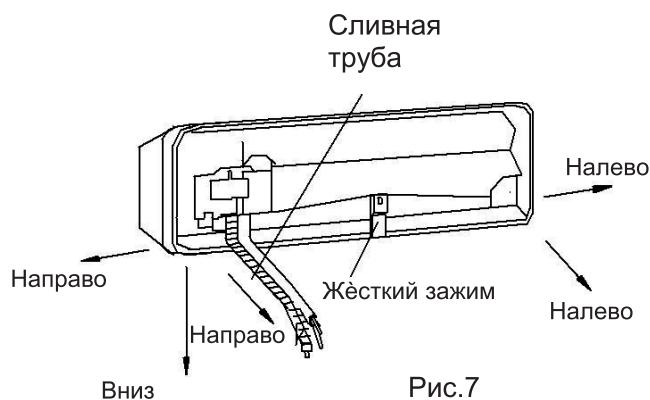

Рис.7
См. рис. 7. 2.
1. Соединение правой задней трубы (аналогично правой нижней трубке) (дополнительно, см. Рис.7)